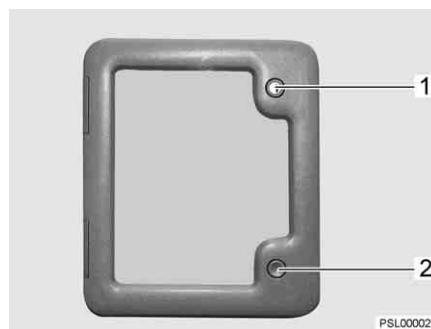

Fig. 5 Cassette Thetford portillon extérieur
- Insérer la clé dans le barillet (Fig. 5,1) du verrou à pression et la tourner d'un quart de tour dans le sens inverse des aiguilles d'une montre.
- Appuyer du pouce sur les deux verrous à pression (Fig. 5,1 et 2) en même temps et ouvrir le portillon extérieur.
- Insérer la clé dans le barillet (Fig. 5,1) et la tourner d'un quart de tour dans le sens des aiguilles d'une montre.